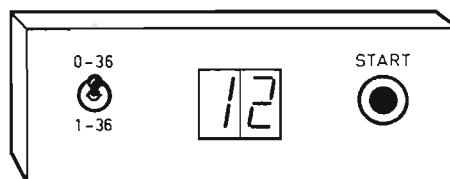

Fig 1. Den enklaste formen av elektronisk roulett som dock ej förmår att förmedla spänningsmomentet.
■ ■ Om man vill omvandla en mekanisk funktion till en elektrisk ekvivalent, tenderar man väl allt som oftast att tillämpa det enklaste förfarandet med avseende på in- och utfunktionerna. Med avsikten att åstadkomma en elektronisk roulett borde därför apparaten bli utformad ungefär som visas i *fig 1*. Påverkan av tryckknappen skulle då motsvara handrörelsen när man snurrar igång hjulet hos en mekanisk roulett, och den sekundschnabba presentationen av talet det tillfälle kulan stannar vid ett visst nummer.
Varje gång man tryckte på knappen skulle alltså ett heltal från 0 till 36 med slumpmässigt urval bli presenterat. Den i *fig 1* visade elektriska apparaten får dessutom en finess som saknas hos den vanliga mekaniska rouletten: